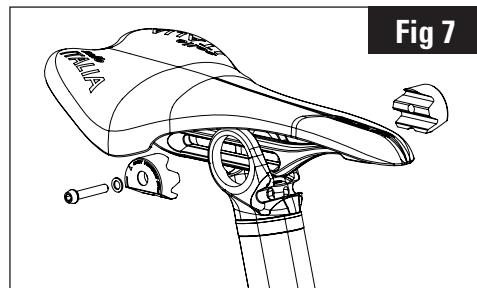

Fig 7
3. Acerque las dos bridas superiores y enrosque el tornillo previamente engrasado sin apretarlo. (Fig.7)